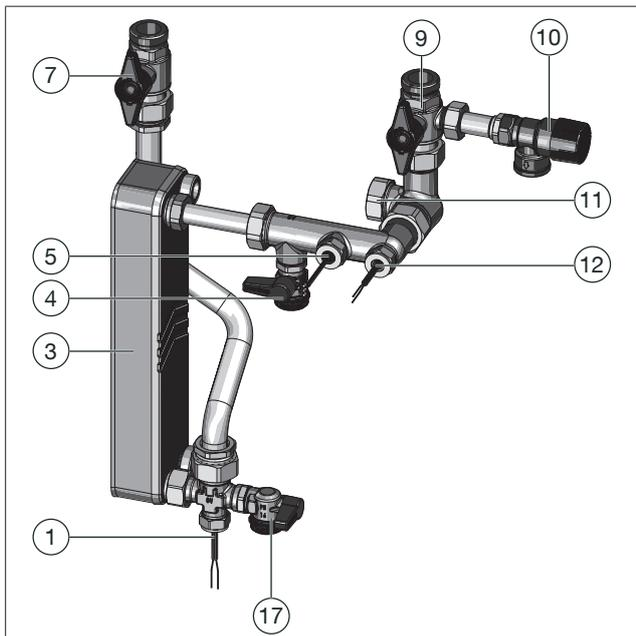

Abb. 21: Trinkwasserkreis Befüllen und Entlüften
1. Öffnen Sie langsam den Absperrkugelhahn Trinkwasser warm (siehe Position (7) in Abb. 21 auf Seite 29 und in Abb. 1 auf Seite 10).
2. Öffnen Sie langsam den Absperrkugelhahn Trinkwasser kalt (siehe Position (9) in Abb. 21 auf Seite 29 und in Abb. 1 auf Seite 10).
- ▶ Falls im Trinkwasserkreis weiterhin Geräusche durch Luft einschüsse entstehen, öffnen Sie leicht den KFE-Kugelhahn Trinkwasser warm (siehe Position (17) in Abb. 21 auf Seite 29 und in Abb. 1 auf Seite 10) bis nur noch Wasser austritt.